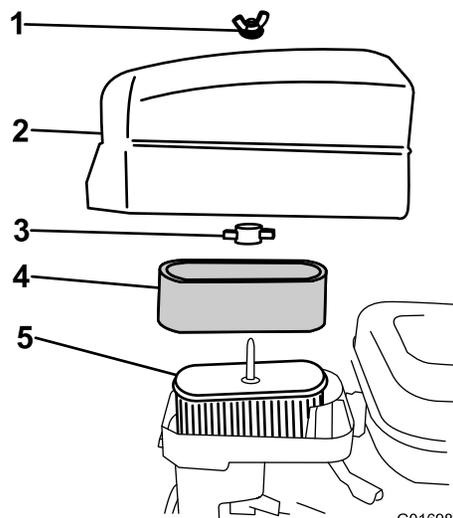

Рисунок 29
4. Если элемент из пеноматериала загрязнен, извлеките его из бумажного элемента (Рисунок 29) и тщательно очистите следующим образом.